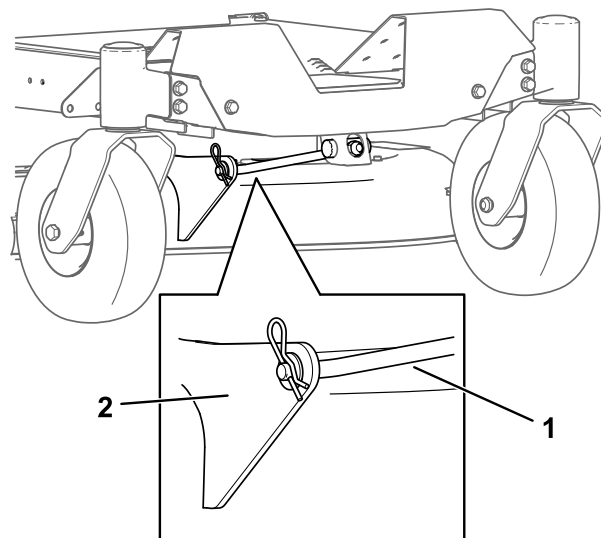

Figure 72
5. Retirez la goupille fendue de la tige de support avant et déposez la tige du support de plateau (Figure 72).
- Fixez la tige de support avant au plateau de coupe à l'aide de l'axe de chape et de la goupille fendue (Figure 72).